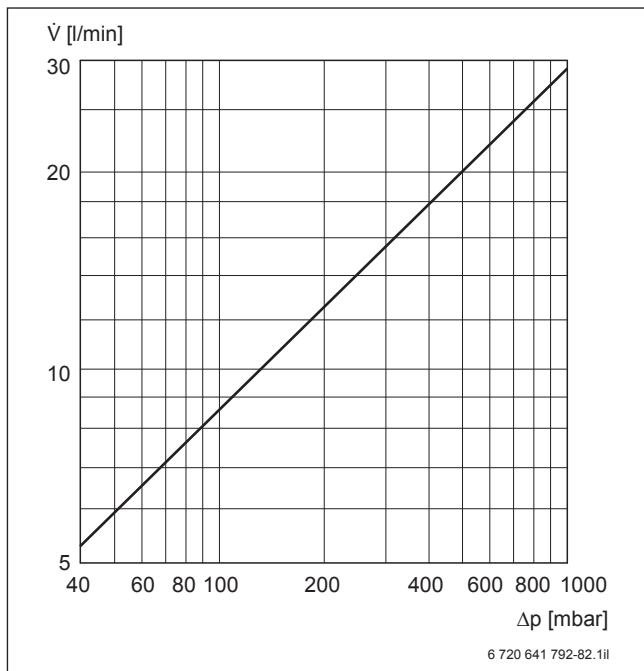

Bild 70 Druckverlust thermostatischer Warmwassermischer R ¾ bei 80 °C Warmwassertemperatur, 60 °C Mischwassertemperatur und 10 °C Kaltwassertemperatur
- ▶ Diagramm in Bild 70 berücksichtigen.